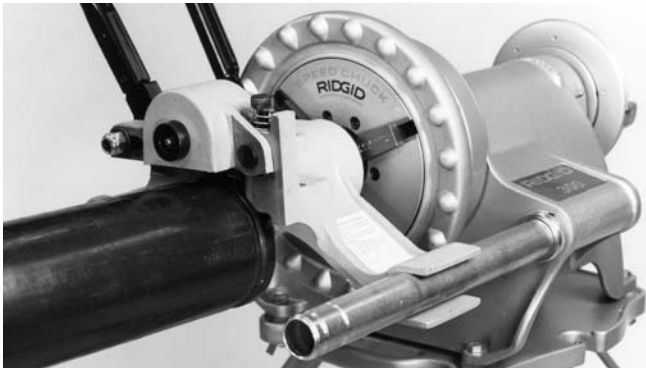

Figura 9 – Mango de alimentación en posición UP (arriba).
1. Levante el mango de alimentación (*Figura 9*).